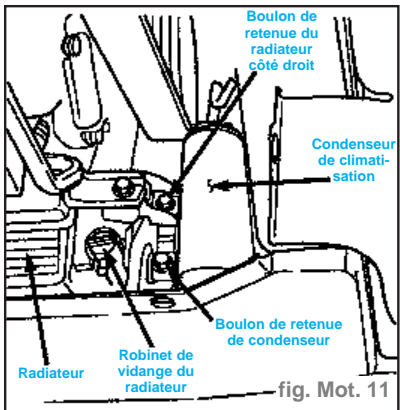

fig. Mot. 11
- Ouvrir le robinet de vidange et laisser le liquide s'écouler (fig. Mot. 11).